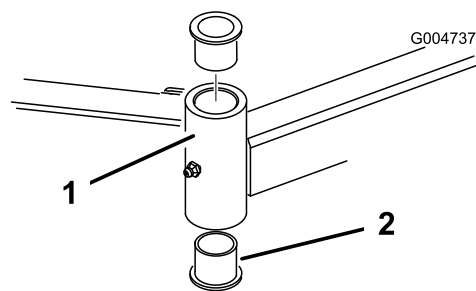

Figura 28
- Introduza um punção para cavilhas na zona superior ou inferior do tubo de montagem e retire o casquilho para fora do tubo (Figura 28). Retire igualmente o outro casquilho do tubo. Limpe o interior dos tubos para remover a sujidade.